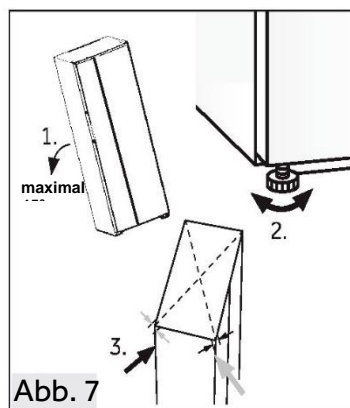

Abb. 7
1. Das Gerät leicht nach hinten neigen (Abb. 7).